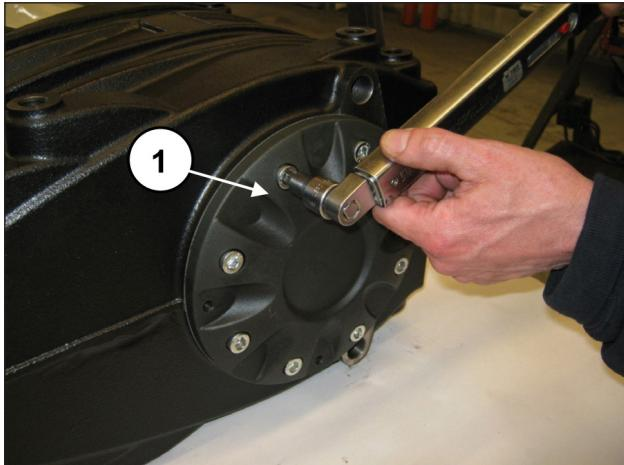

Fig. 62
Aperte os oito parafusos M10x30 (pos. ①, Fig. 62). Calibre os parafusos com chave dinamométrica, conforme indicado no capítulo 3.